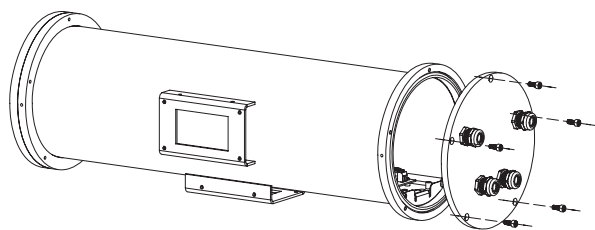
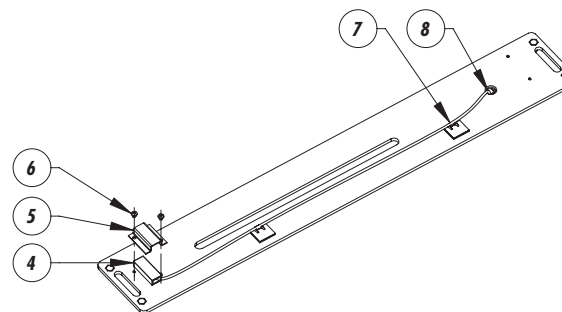
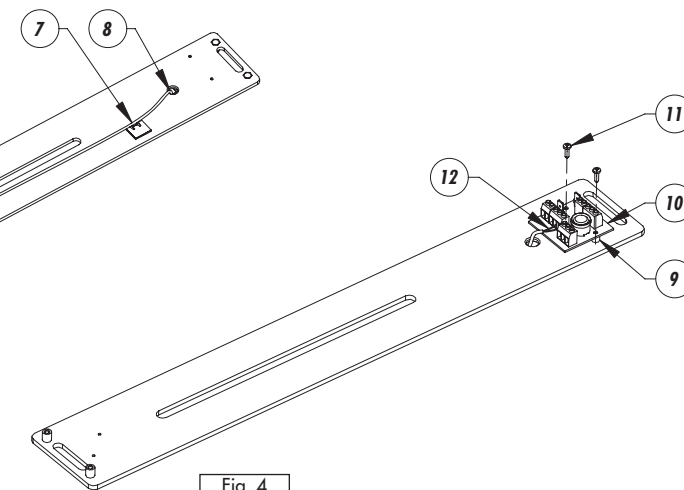

Fig. 1
Fig. 3
Fig. 4
- Aprire la custodia svitando le 5 viti del fondo posteriore (Fig. 1).
- Sfilare la slitta interna utilizzando gli appositi pioli (3).
- Nella parte anteriore e inferiore della slitta interna della custodia (Fig. 3) montare in sequenza: la resistenza PTC (4), il supporto di fissaggio (5) e le viti di fissaggio (6).
- Posizionare i cavi della resistenza sotto la slitta interna della custodia (7).
- Montare (Fig. 4) il circuito d'appoggio (10) nella parte posteriore superiore della slitta interna punto con i relativi distanziali (9) e viti di fissaggio (11).
- Far passare i cavi della resistenza (Fig. 3) attraverso il foro della slitta interna (8).
- Open the housing by unscrewing the 5 screws on the rear cover plate (Fig. 1).
- Slip the inner slide off using the provided pins (3).
- Underneath the front of the inner slide of the housing (Fig. 3) assemble in sequence: the PTC resistance (4), the fastening support (5) and the fastening screws (6).
- Position the resistance cables under the inner slide of the housing (7).
- Fix (Fig. 4) the support circuit (10) to the rear upper part of the inner slide using the related spacers (9) and the fastening screws (11).
- Pass the resistance cables (Fig. 3) through the provided inner slide hole (8).
- Ouvrir le caisson en desserrant les 5 vis du panneau postérieur (Fig. 1).
- Enlever la glissière en utilisant les crochets prévus (3).
- Sur la partie antérieure et inférieure de la glissière interne du caisson (Fig. 3) monter en séquence: la résistance PTC (4), le support de fixation (5) et les vis de fixation (6).
- Positionner les câbles de la résistance sous la glissière interne du caisson (7).
- Monter (Fig. 4) le circuit de soutien (10) sur la glissière interne avec les entretoises correspondantes (9) et les vis de fixation (11).
- Faire passer les câbles de la résistance (Fig. 3) à travers le trou de la glissière interne (8).
- Das Gehäuse durch Abnehmen der 5 Schrauben auf der hinteren Abdeckplatte öffnen (Fig. 1).
- Den Innenschlitten durch den bestimmten Pflöcke (3) herausziehen.
- Im vorderen und unteren Teil des internen Gehäuseschlittens (Fig. 3) folgende Teile nacheinander anbringen: den PTC- Heizwiderstand (4), die Befestigungshalterung (5) und die Befestigungsschrauben (6).
- Die Kabel des Heizwiderstandes unter dem internen Gehäuseschlitten positionieren (7).
- Die Trägerschaltung mit den zugehörigen Abstandstücken (Fig. 4, Punkt 10) und Befestigungsschrauben (Punkt 12) auf den oberen Hinterseite des internen Gehäuseschlittens (Punkt 11) befestigen.
- Die Kabel des Heizwiderstandes (Fig. 3) werden durch des Innenschlittenloches leiten (8).